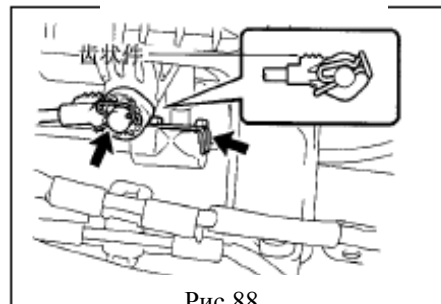

Рис.88
- (7) Подсоедините концевые разъемы тросов к рычагу переключения передач на свои места, затем установите шплинт(рис.88).